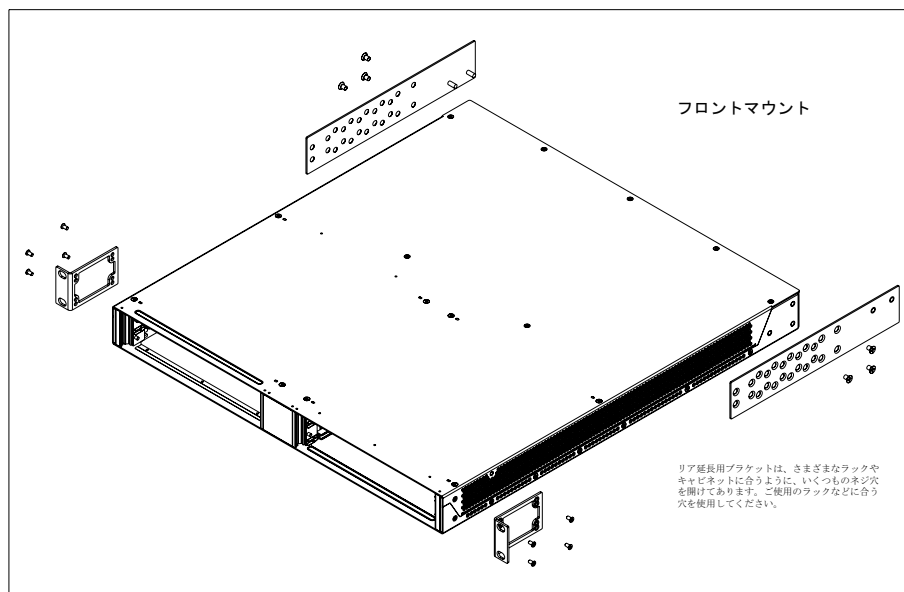

図 1-3 フロントマウント
1. ブラケットを 図 1-3 で示す適切な位置にあわせませす。
3. 延長用ブラケットを M4 x 6mm のネジを使い取り付けます。延長用ブラケットはリアマウント用レールの前に位置するように取り付けます (図 1-3 を参照してください)。